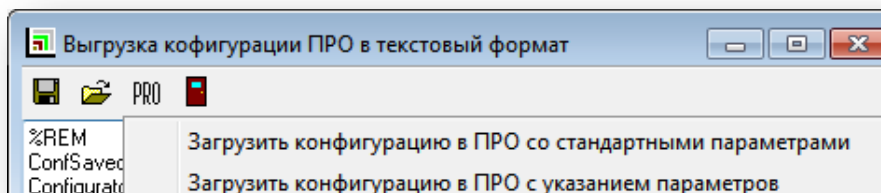

Рисунок 8.15
- В появившемся окне задайте имя текстового файла, в который будет выгружена конфигурация. Файл по умолчанию будет сохранен в директорию «Имя диска:\SSA\SKD». Далее выберите опцию «Загрузить конфигурацию в ПРО с указанием параметров» (Рисунок 8.15).